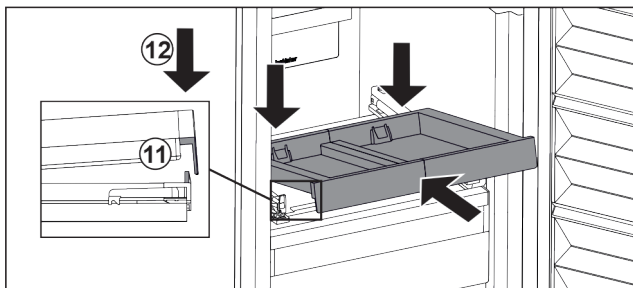

Fig. 143
- L'insérer en l'inclinant. Veiller à ce que, des deux côtés, la butée soit derrière la languette. Fig. 143 (11)
- Déposer le compartiment coulissant par l'avant. Fig. 143 (12)